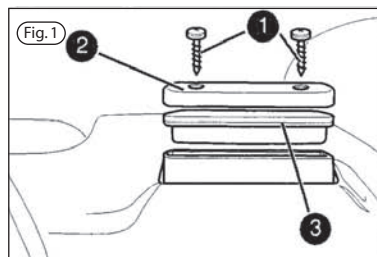

Fig. 1
- Svita le viti del coperchio del serbatoio liquido freni 1 (fig. 1) utilizzando l'attrezzo multifunzione.
- Rimuovi il coperchio 2 (fig. 1) e la guarnizione 3 (fig. 1).
- Remove brake fluid reservoir cover screws 1 (fig. 1) using the multifunction tool.
- Remove cover 2 (fig. 1) and gasket 3 (fig. 1).
- Dévisser les vis du couvercle du réservoir de liquide de freins 1 (fig. 1) à l'aide de l'outil multifonctionnel.
- Retirer le couvercle 2 (fig. 1) et le joint 3 (fig. 1).
- Die Schrauben des Deckels des Bremsflüssigkeitsbehälters 1 (Abb. 1) mithilfe des Multifunktionswerkzeugs entfernen.
- Den Deckel 2 (fig. 1) und die Dichtung 3 (fig. 1) entfernen.
- Destornillar los tornillos de la tapa del tanque líquido frenos 1 (fig. 1) utilizando el útil multifunción.
- Quitar la tapa 2 (fig. 1) y el empaque 3 (fig. 1).
- FRENO ANTERIORE: rimuovi il coperchio della pinza 1 (fig. 1) facendo leva con un giravite,
- FRONT BRAKE Lever off caliper cover 1 (fig. 1) with a screwdriver.
- FREIN AVANT: retirer le cache de l'étrier 1 (fig. 1) en faisant levier avec un tournevis.
- VORDERRADBREMSE: Die Abdeckung des Bremssattels 1 (fig. 1) mit einem Schraubenzieher abheben.
- FRENO DELANTERO: quitar la tapa de la pinza 1 (fig. 1) haciendo presión con un destornillador.